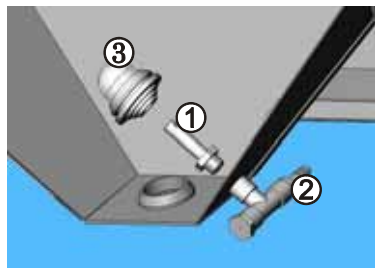
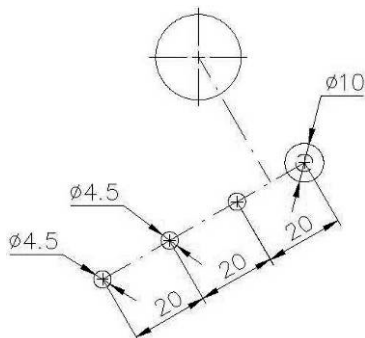

Рис.2
Рис.3. Вид снаружи (задняя стенка АПО)
- закрепить (рис.2) при помощи штуцера (1) тройник, направив штуцер (2) к задней стенке АПО;
- удерживая фильтр (3) стационарного струйного проектора за резиновую втулку (не за сетку!), установить его на штуцер (1) до упора;
- рассверлить (рис.3) одно из освободившихся отверстий до Ø 10 мм, просверлить два отверстия Ø 4,5 мм, удалить заусенцы с кромок отверстий;